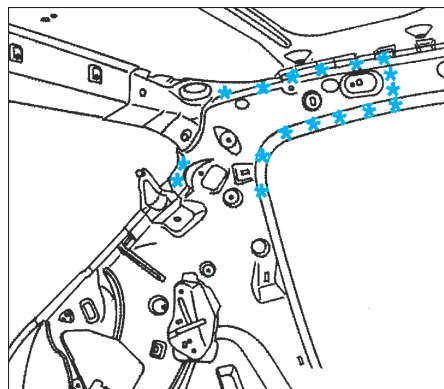
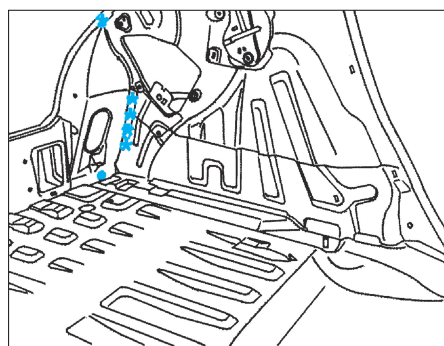
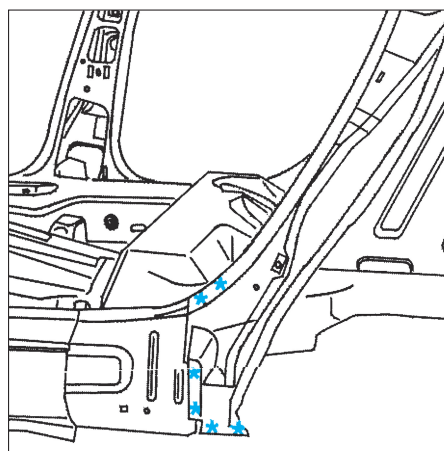
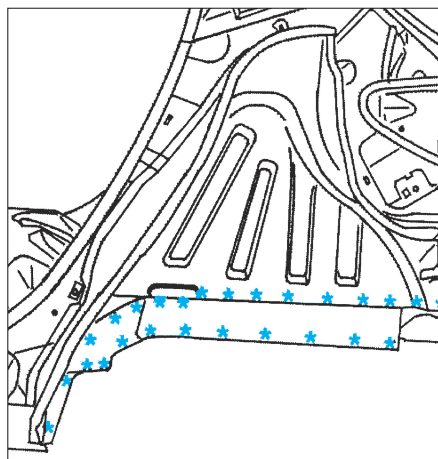

FIG. 135
FIG. 136
FIG. 137
FIG. 138
- Découper par fraisage des points (Fig.135), (Fig.136), (Fig.137) et (Fig.138).